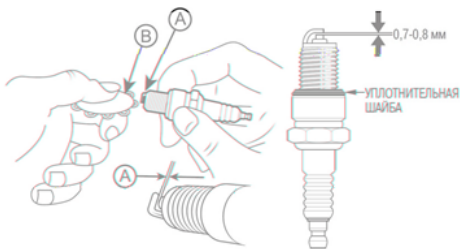

Рис. 22 Зазор между электродами свечи зажигания
4. Измерьте зазор А между электродами свечи зажигания специальным щупом В (Рис. 22). Зазор должен быть $0,7-0,8$ мм (Рис. 22). При увеличении или уменьшении требуемого зазора, рекомендуется заменить свечу, так как регулировка зазора может привести к изменению качества искрообразования.